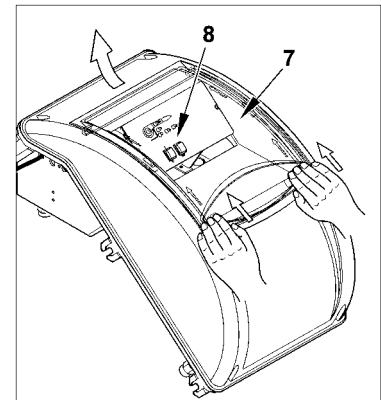

Figura 4
- 4) Per richiudere il coperchio del quadro elettrico, avvitare le 4 viti (1) esercitando una coppia di serraggio di circa 5 Nm per assicurare la corretta tenuta. A questo punto, per accedere al pannello comandi (8), sganciare lo sportellino trasparente (7), esercitando una leggera pressione con le mani nella direzione delle frecce di figura 4, farlo scorrere per un breve tratto e separarlo dal coperchio.